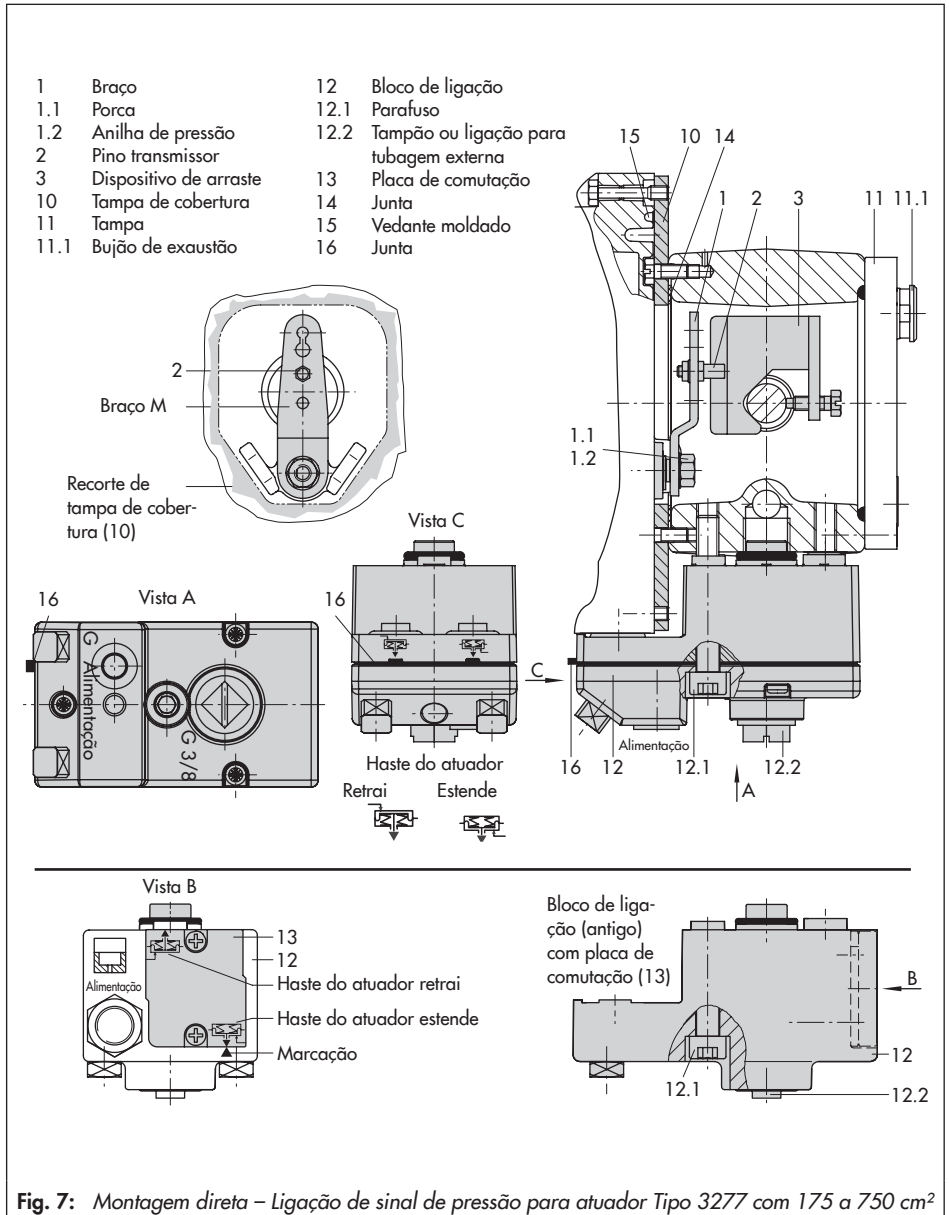

Fig. 7: Montagem direta – Ligação de sinal de pressão para atuador Tipo 3277 com 175 a 750 cm²
Atuadores com áreas efetivas de 175 a 750 cm² (consulte Fig. 7)
1. Coloque o dispositivo de arraste (3) na haste do atuador, alinhe e aperte firmemente de modo a que o parafuso de montagem fique localizado na ranhura da haste do atuador.
2. Monte a tampa de cobertura (10) com o lado estreito do recorte (Fig. 7, à esquerda) direcionado para a ligação do sinal de pressão. Certifique-se de que a junta (14) fica direcionada para a arcada do atuador.
3. Para atuadores com 355, 700 ou 750 cm², retire o pino transmissor (2) no braço **M** (1) na traseira do posicionador
6. Certifique-se de que a ponta da junta (16) que sobressai da lateral do bloco de ligação é posicionada de forma a corresponder ao símbolo do atuador referente à ação de segurança "haste do atuador estende" ou "haste do atuador retrai". Se este não for o caso, desaperte os três parafusos de aperto e levante a tampa. Rode a junta (16) 180° e volte a inserir.
A versão anterior do bloco de ligação (Fig. 7, em baixo) requer que a placa de comutação (13) seja rodada de modo a alinhar o símbolo do atuador com a seta.
7. Coloque o bloco de ligação (12) com os vedantes associados contra o posicionador